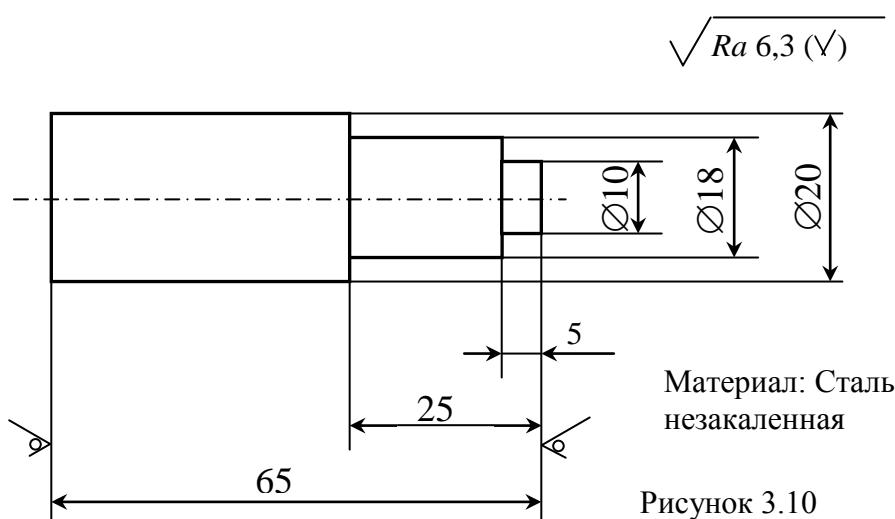

Рисунок 3.10
3. Выполнить эскиз технологической схемы многорезцовой токарной обработки (рисунок 3.10) для случая использования в качестве заготовки круглого сортового проката.